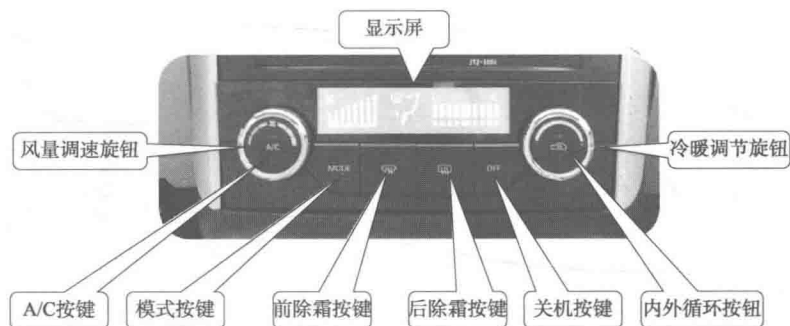

图 1-1-11 北汽 EV 空调操作按键
(8)空调操作。北汽 EV 系列车型空调操作如图 1-1-11 所示。